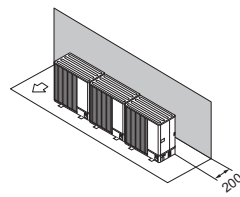

Abb. 2-15
- (1) Hindernisse oder unzugängliche Oberfläche nur auf Rückseite (Abb. 2-15)